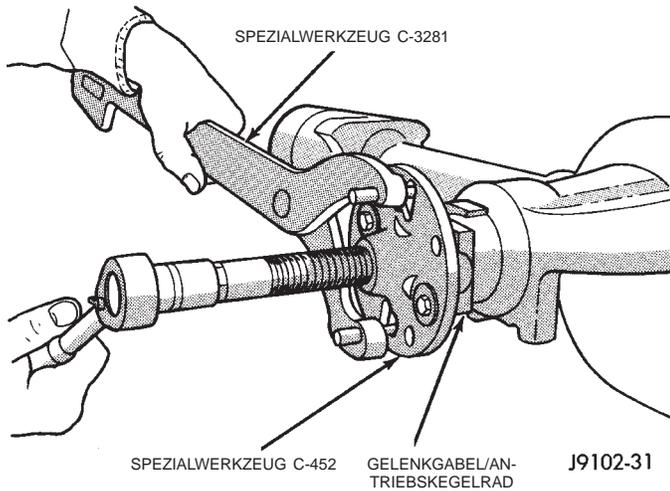

Abb. 37 Gelenkgabel des Antriebskegelrads ausbauen
(5) Die Gelenkgabel mit Abzieher C-452 und Haltegriff C-3281 von der Ritzelwelle abziehen (Abb. 37).